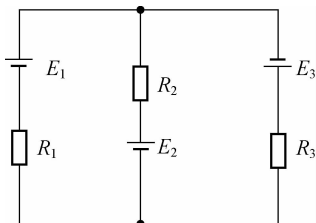

图 2-57 计算题 1 的电路图
1. 在图 2-57 所示电路中, 已知 $E_1=40\text{ V}$, $E_2=5\text{ V}$, $E_3=25\text{ V}$, $R_1=5\text{ }\Omega$, $R_2=R_3=10\text{ }\Omega$, 试用支路电流法求各支路的电流。